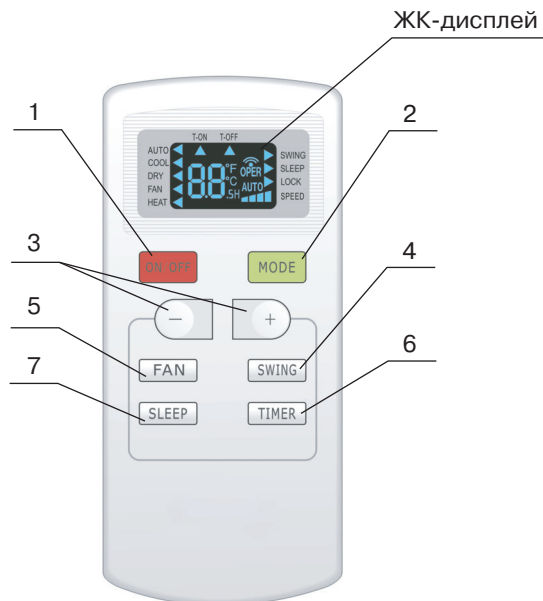

Рис. 4.1
4.1 ПУЛЬТ УПРАВЛЕНИЯ (РИС. 4.1)
- Для управления кондиционера применяется инфракрасный дистанционный пульт (рис. 4.1).
- Комментарии к рис. 4.1 см. таблицу 4.1.